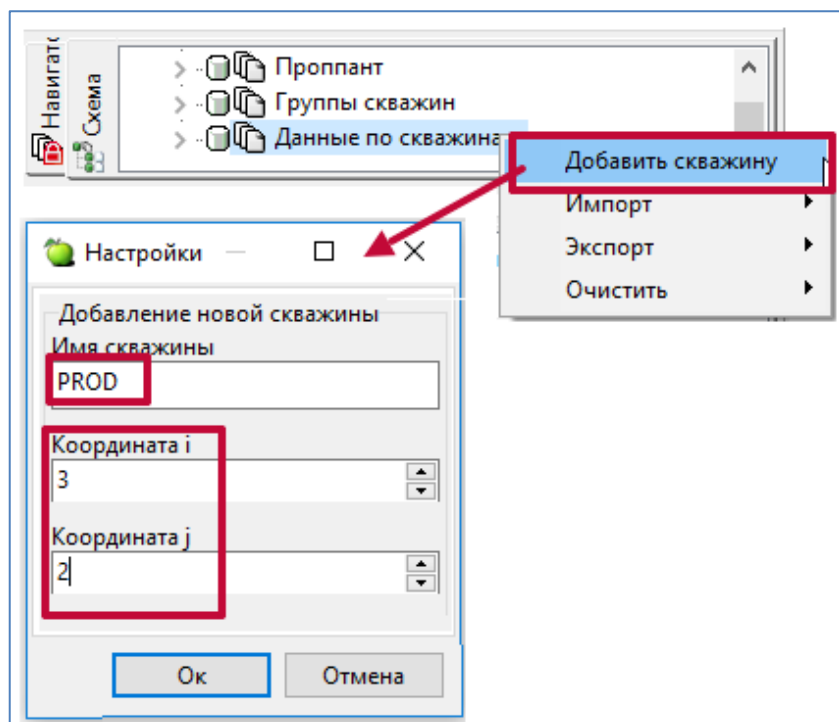

Рисунок 23. Способ добавления скважины
Поддержано 2 способа создания скважин через интерфейс (Рисунок 23):
- скважину PROD с координатами (3,2) добавим первым описанным ранее способом (Рисунок 23);